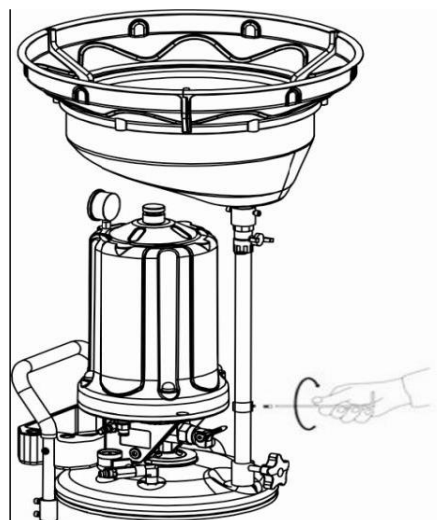

РИС. 2
- c) РИС. 2 Развернув манометр в сторону опорной рукояти, подсоедините цилиндр к основанию емкости для масла, и когда цилиндр будет размещен надлежащим образом, закрепите его винтами. Поднимите маслосборник над цилиндром на высоту 1см во время установки цилиндра. Зафиксируйте подъемную стойку для предотвращения трения частей друг о друга.